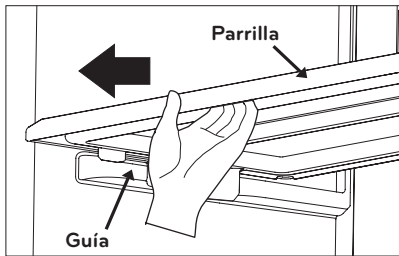

Fig. 9
1. Sujeta la parrilla por la parte del frente Fig. 9.